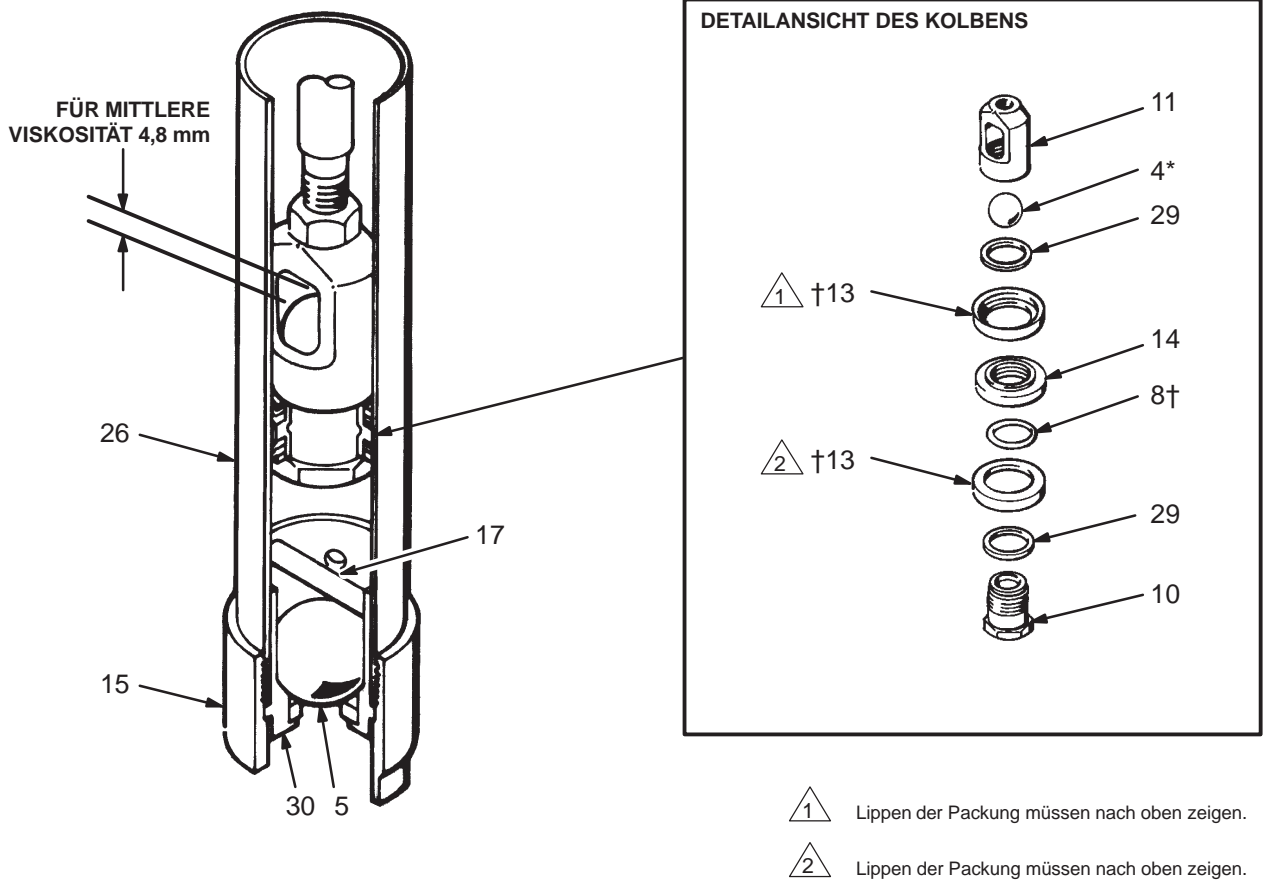

Abb. 4
2. Einlaßventilgehäuse (15) abschrauben. Ventilsitz (30), Stift (17) und Kugel (5) entfernen. Siehe Abb. 4.
5. Die Kupplungsmutter (25) abschrauben und den Kolbensatz durch den Zylinderboden drücken.
6. Das Kolbengehäuse (11) mit einem Schlüssel halten und den Kolbensitz (10) aus dem Gehäuse schrauben.
8. Scheibe (29), Packung (13†), O-Ring (8†), Distanzring (14), Packung (13†) und Scheibe (29) auf den Kolbensitz (10) geben. Die in Abb. 4 gezeigte korrekte Ausrichtung dieser Teile beachten.
9. Die Kugel (4) auf den Kolbensitz (10) legen und den Sitz fest in das Kolbengehäuse (11) schrauben.
10. Das Spiel der Kolbenkugel überprüfen. Für Materialien mit mittlerer Viskosität sollte das Spiel 4,8 mm betragen. Siehe Abb. 4. Auch den Abschnitt Einstellung des Rückschlagventils auf Seite 10 beachten.